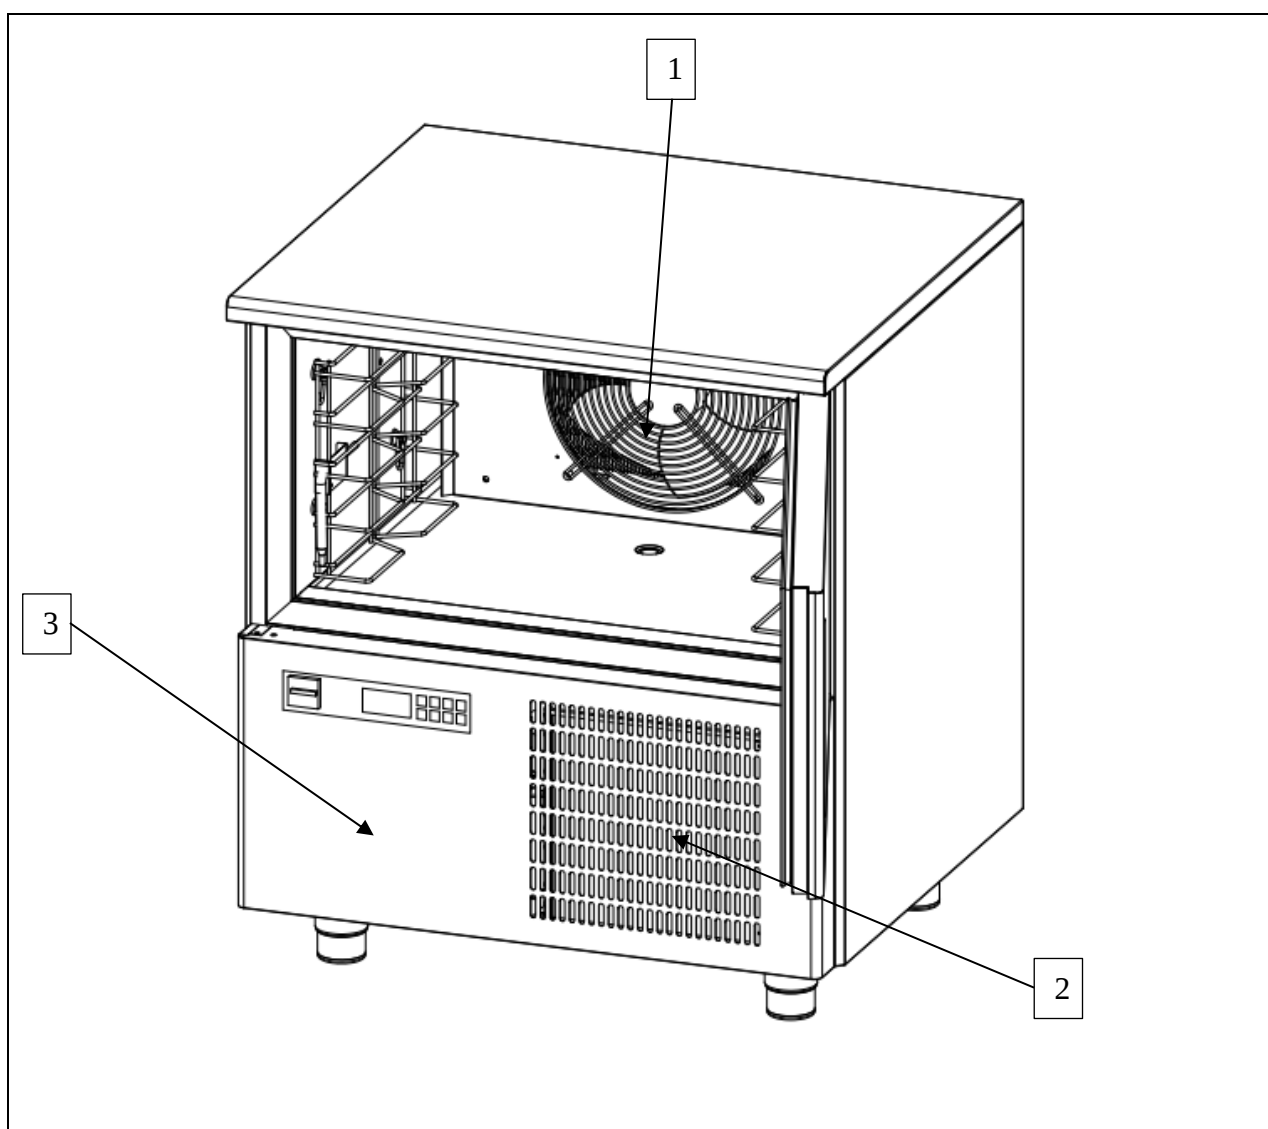

Fig. 6
- Unité de condensation (réf. 2, fig. 6) ;
- Unité d'évaporation (réf. 1, fig. 6) ;
- Panneau de commande (réf. 3, fig. 6).